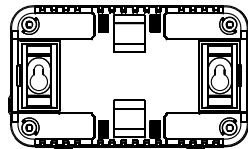

Рис. 5
2. Установите крепежные вставки задвинув их до упора в пазы с тыльной стороны прибора. При горизонтальном расположении прибора (Рис. 5) вставки устанавливаются в пазы на узкой стороне корпуса;